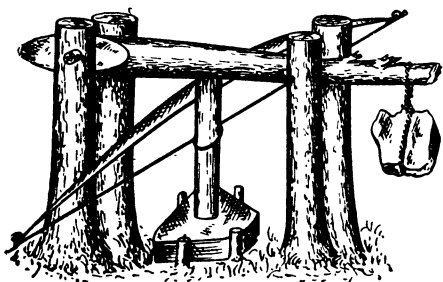

Рис. 1. Сверлильный снаряд для добывания огня и образования отверстий в орудиях труда древним человеком (3 тыс. лет до н. э.)
4. Страницы из жизни станков. Некоторые считают, что сверлильные станки — это разновидности токарных станков. Между тем первые сверлильные устройства появились в далекой древности, когда человек еще даже и думать не мог о токарном деле. На рис. 1 показан снаряд для сверления отверстия первобытным человеком с помощью вращающейся палки (прообраз сверла), торец которой он прижимал к обрабатываемому камню. Подобным способом древние люди не только добывали огонь, но и создавали себе разные орудия труда (молот, топор и т. п.). Сегодня группа сверлильных станков охватывает весьма обширный диапазон типоразмеров, а используемые в них инструменты имеют диаметр от сотых долей до нескольких сотен миллиметров.